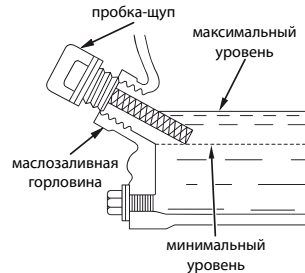

Рис. 5
- вновь вывернуть пробку-щуп и извлечь ее из маслосазливной горловины, проверить уровень масла по отметкам на щупе. В случае недостаточного уровня масла, медленно долить масло до нужного уровня по меткам на щупе или до края маслосазливной горловины (см. рис. 5);